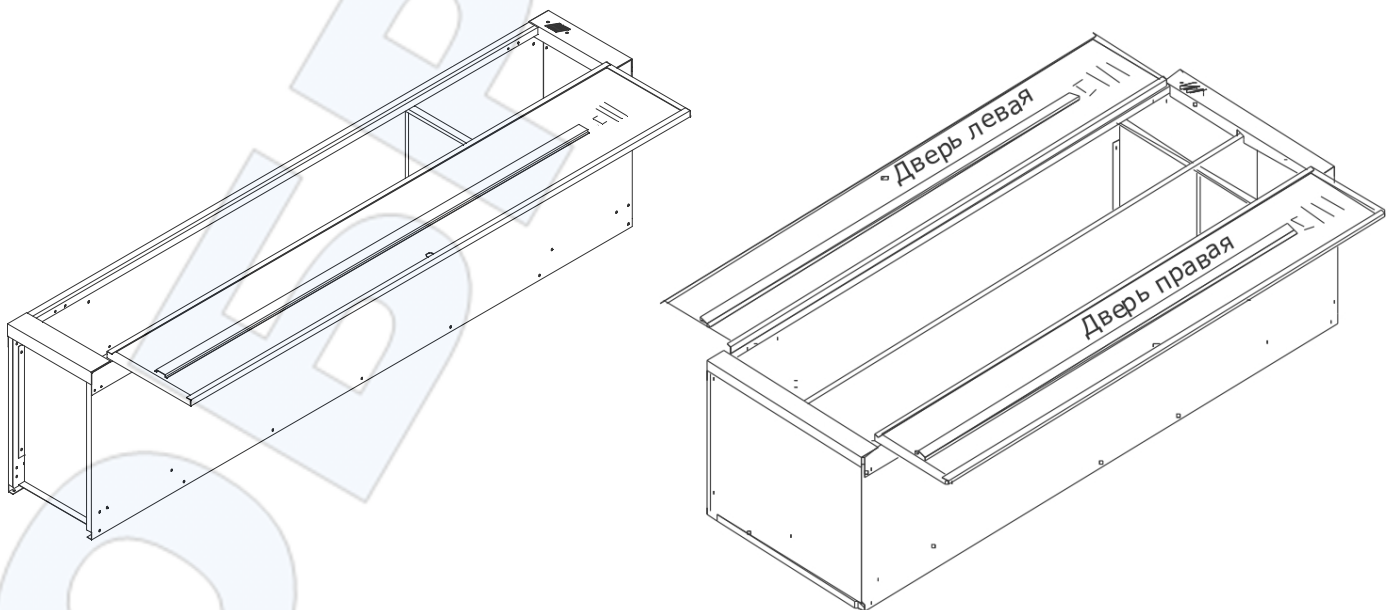

Рис.6
3.7. Закрепить двери на лицевой панели сначала через круглые и только затем через овальные отверстия(рис.6).